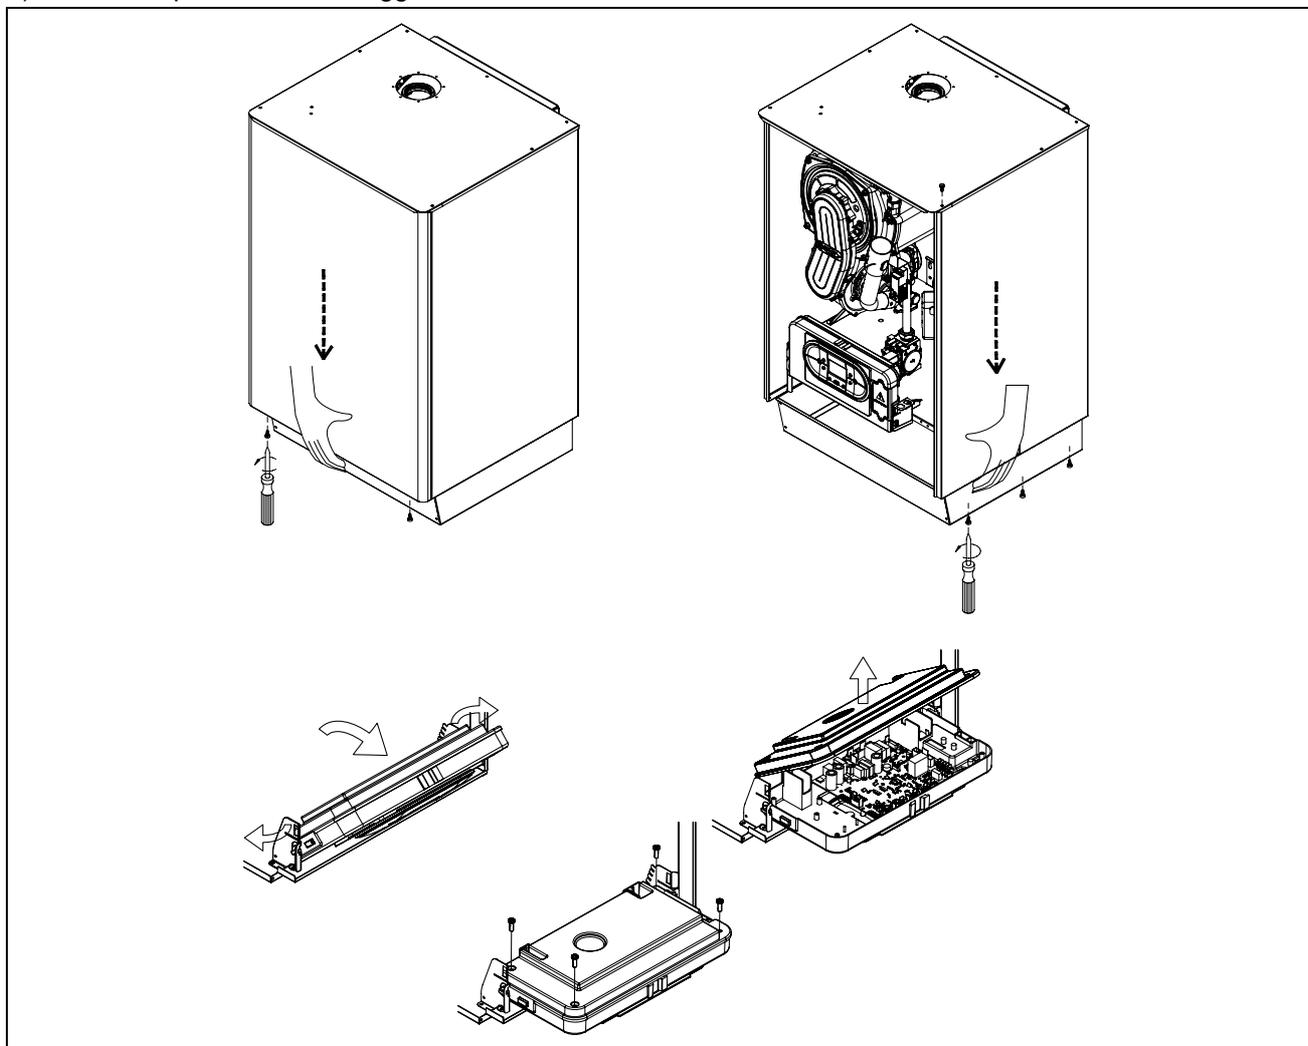

Figura 18 – ACCESSO ALLA CALDAIA E AL PANNELLO COMANDI
Per rimuovere il pannello frontale della caldaia, procedere come segue (Figura 18):
- 1) Svitare le viti di fissaggio come mostrato in Figura 18.
- 3) Svitare le viti di fissaggio come mostrato in Figura 18.